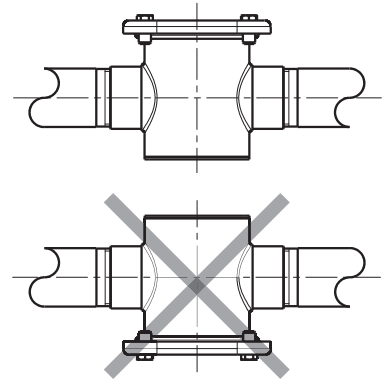

fig. 1
- A válvula pode ser instalada na posição horizontal (Fig. 1) com a tampa de fecho girada para cima, com uma inclinação máxima de 90°. Nunca com a tampa girada para baixo.